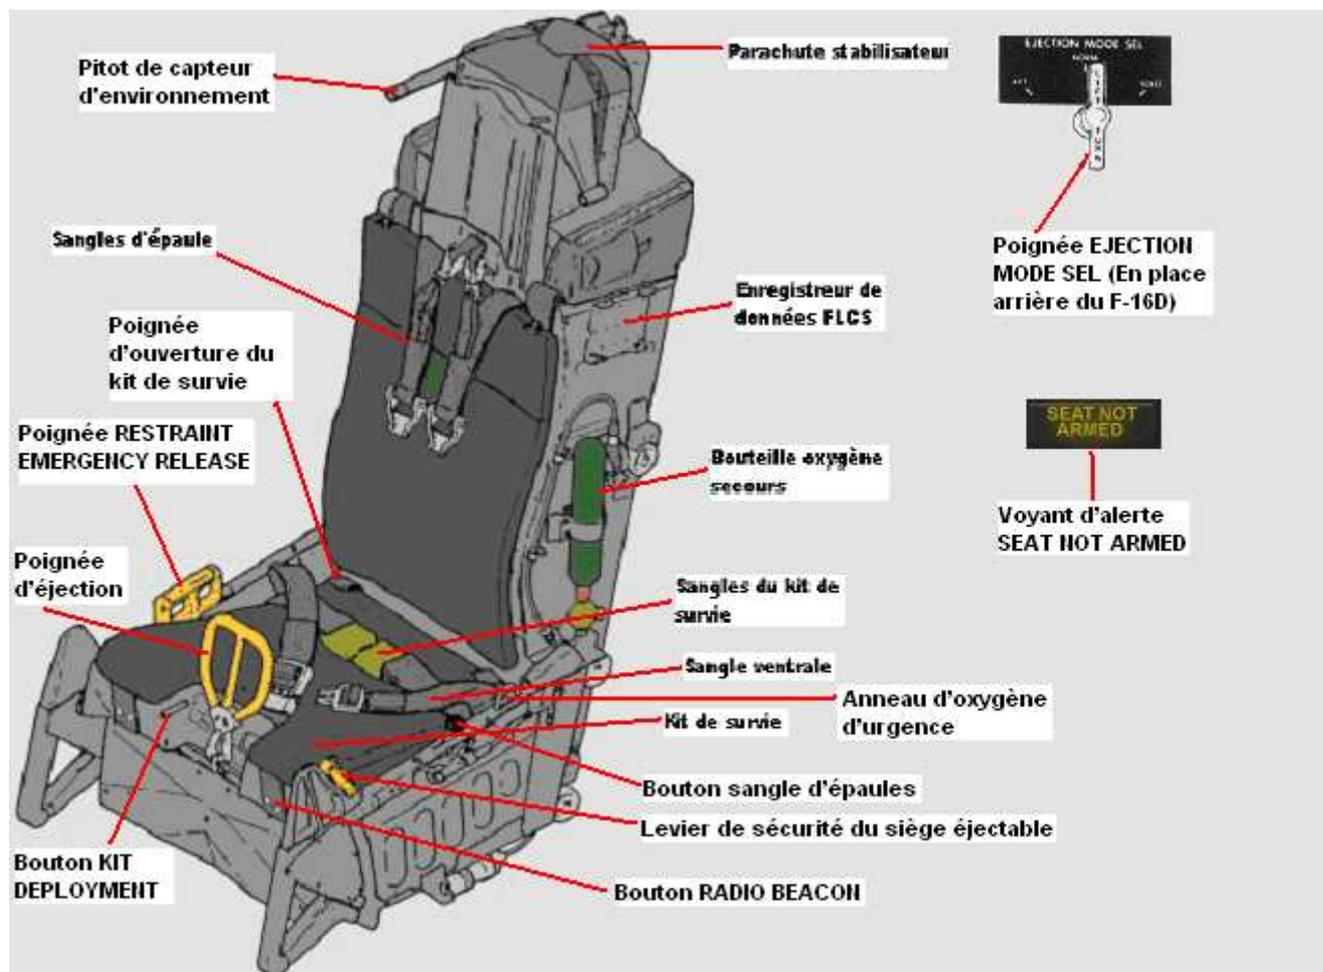
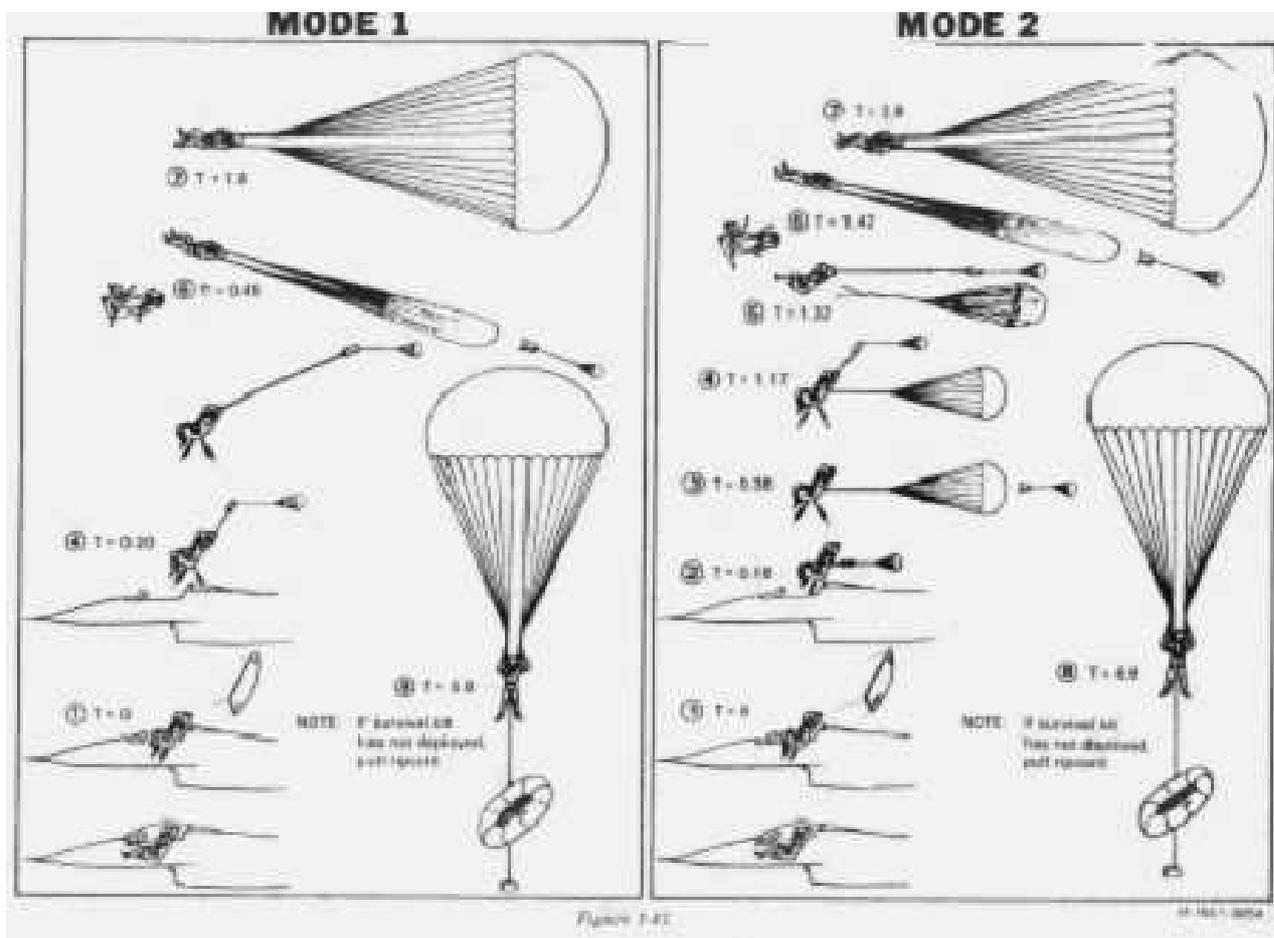

Figure 1-40
Figure 1-41
La poignée d'éjection (figure 1-40) est conçue pour une utilisation à une ou à 2 mains et nécessite une traction de 40-50 livres pour l'activer.
Le levier SHOULDER HARNESS (figure 1-40) déverrouille le blocage des harnets d'épaules en position arrière et les verrouille en position avant. Si une forte décélération longitudinale ou si un fort déroulement de la courroie se produisent, les harnets seront verrouillés automatiquement.
La poignée RESTRAINT EMERGENCY RELEASE (figure 1-40) surpasse manuellement le système de séparation siège/pilote si il ne marche pas après l'éjection. Tirer la poignée vers le haut libère les sangles et harnets d'épaules. Un interverrouillage mécanique évite une libération du parachute ou du kit de survie.
Le levier de sécurité du siège éjectable (figure 1-40) sécurise mécaniquement la poignée du siège éjectable. Le siège est sécurisé avec le levier en position haute (vertical) et est armé en position basse (horizontale). Le mouvement vers la position basse éteint le voyant d'alerte SEAT NOT ARMED.
Le parachute de freinage (figure 1-40), située sur l'arrière du siège, stabilise le siège lors d'une éjection de mode 2 ou 3. Lors d'éjection à vitesse élevée, le parachute de freinage ralentit le siège à une faible vitesse suffisante pour l'ouverture du parachute stabilisateur. Le parachute stabilisateur est situé sur le haut du siège.
Le kit de survie est positionné sous le siège. Le bouton de déploiement (figure 1-40) a un mode de déploiement post-éjection du kit manuel (vers l'arrière) ou automatique (vers l'avant). Tirer la poignée d'ouverture déploie le kit de survie qui reste attaché par une lanière.
Le bouton RADIO BEACON (figure 1-40) permet à l'occupant de sélectionner MAN ou AUTO. En AUTO, la balise s'active avec la séparation du siège/pilote transmettant sur 243.00 MHz. En mode MAN, la balise ne s'activera pas. La balise peut être allumée quand au sol et que le bouton de la balise est mis sur ON.
L'alimentation en oxygène de secours (figure 1-40) est automatiquement activée lors de l'éjection ou peut être manuellement activée en appuyant sur le cercle vert.
Une fusées propulse le siège hors du cockpit, les pitots de capteur d'environnement (figure 1-40) sont exposées et l'oxygène d'urgence est activé. Le séquenceur de récupération sélectionne le mode de récupération approprié et déclenche le paquet de stabilisation (STAPAC) et la fusée de divergence de trajectoire et (si en mode 2 ou 3) initie le freinage. Voir figure 1-41, TEMPS DE LA SEQUENCE D'EJECTION dans cette section.
Le système d'oxygène d'urgence (figure 1-40) comprend une bouteille haute pression et un régulateur de pression montés sur coté gauche du siège. Le tuyaux est dirigé vers le coté droit du siège. Le système est activé :
- Manuellement par l'anneau vert (figure 1-40) situé sur à l'arrière du coté gauche du siège.